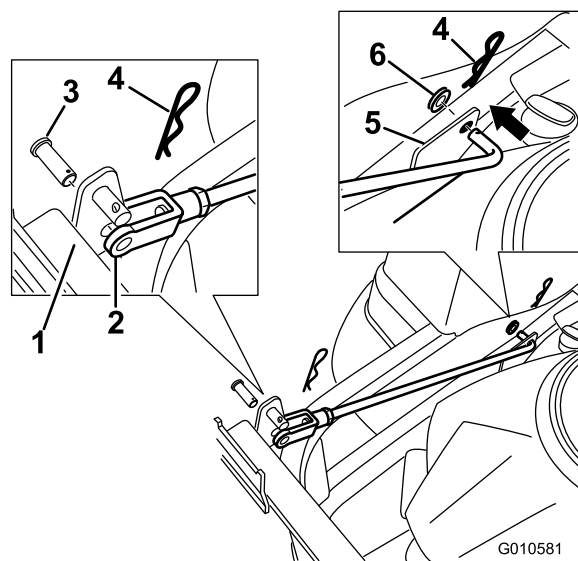

Figura 6
- Montate due aste di supporto, una su ciascun lato del telaio del sistema di raccolta. Individuate la staffa a corredo tra la ruota motrice posteriore ed il telaio (Figura 6).
- Inserite le estremità curve dell'asta nel telaio del sistema di raccolta, come illustrato nella Figura 6. Assicurate l'estremità dell'asta con una rondella e una coppiglia.
- Assicurate l'estremità del cavallotto dell'asta al telaio del sistema di raccolta mediante un perno con testa e una coppiglia (Figura 6).